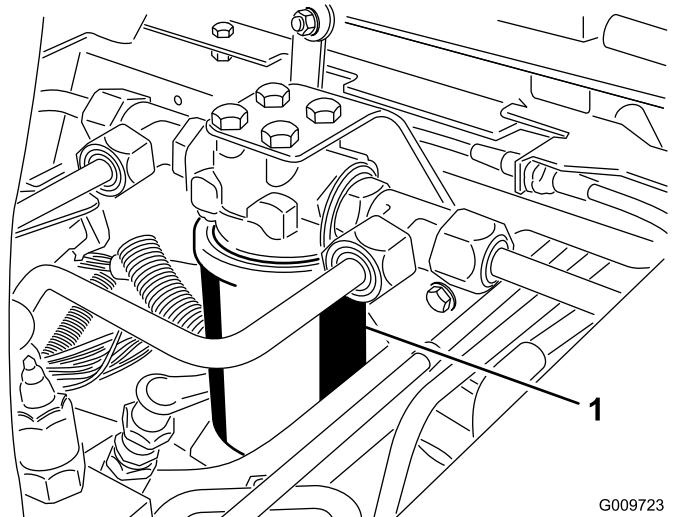
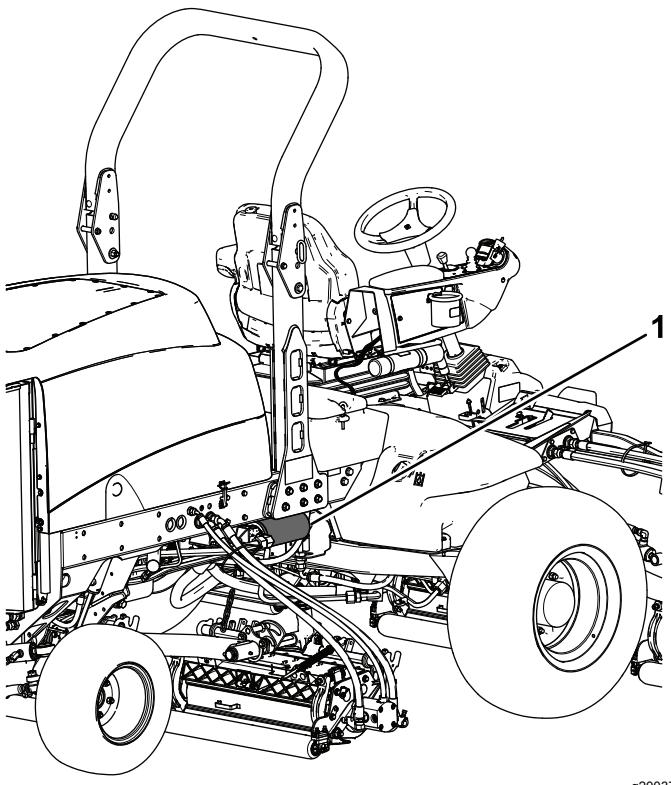

图 81
图 82
3. 在过滤器下面放置一个放油盘并拆下过滤器 图 81 和 图 82。